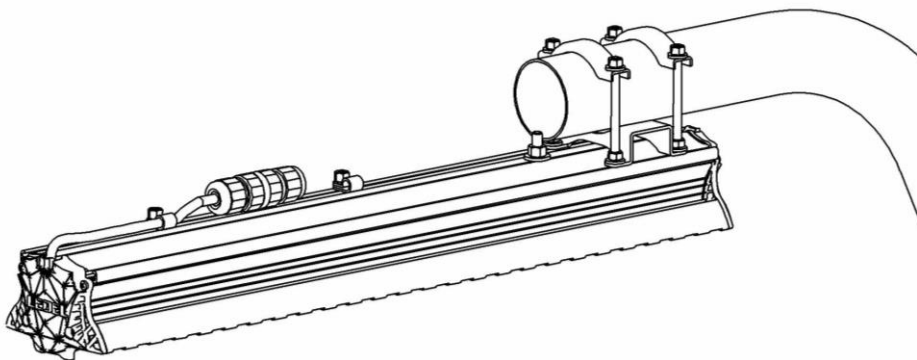

Рисунок 3 - Светильник на опоре.
- ж) Закрепить светильник на опоре, затянув фиксирующие болты с усилием крутящего момента не более 2 Н/м (рис.3).